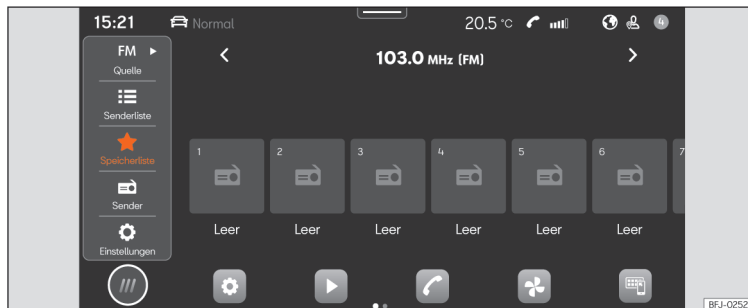

Abb. 138 Schematische Darstellung: Ansicht Radio.
- Drücken Sie **HOME** > >>> [Abb. 138].